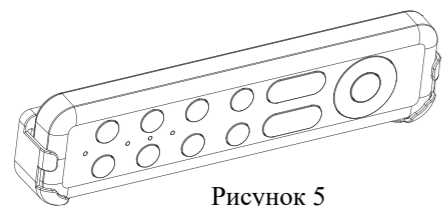
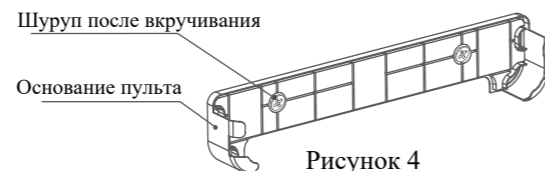

Рисунок 5
Рисунок 4
Вставьте основание хомута в направляющую основного блока (см. рис. 4).
Установка считается завершённой, когда вы услышите характерный щелчок. (см. рис. 5)
3. После завершения установки основания установите пульт в основание, как показано на рисунке. (см. рис. 5)
3. После завершения установки основания (см. рис. 4) поместите пульт в основание, как показано на рисунке. (см. рис. 5)